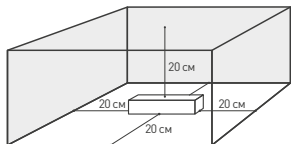

Рис. 1. Свободное пространство вокруг источника
- 3.8. Проверьте температуру корпуса источника питания. Максимальная температура корпуса источника в установившемся режиме не должна превышать t_c (рис. 1). Если температура корпуса выше, необходимо уменьшить нагрузку, обеспечить лучшую вентиляцию или использовать более мощный источник питания.
- 4.3. Для естественной вентиляции обеспечьте не менее 20 см свободного пространства вокруг источника питания, как изображено на рис. 1. При невозможности обеспечить свободное пространство используйте принудительную вентиляцию.